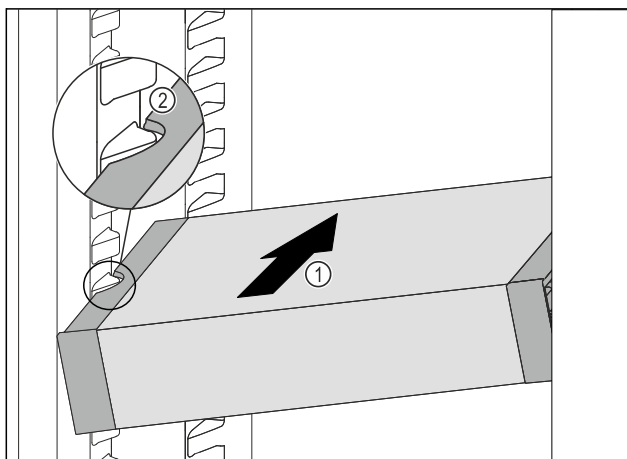

Fig. 125
- ▶ 将 VarioSafe 斜插入冷藏区中 Fig. 125 (1)，直至 VarioSafe 的侧部凹槽 Fig. 125 (2) 与冷藏区中的容器肋梁持平。